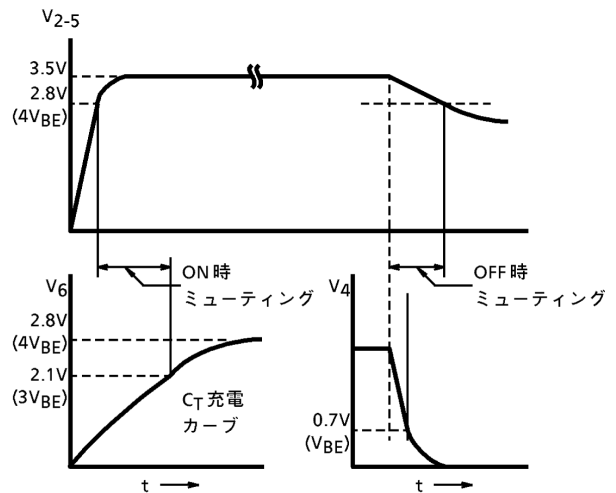

図6. 電源ON-OFF 時のミューティング動作
6. 電源 ON、OFF 時のミューティングについて (図 6)